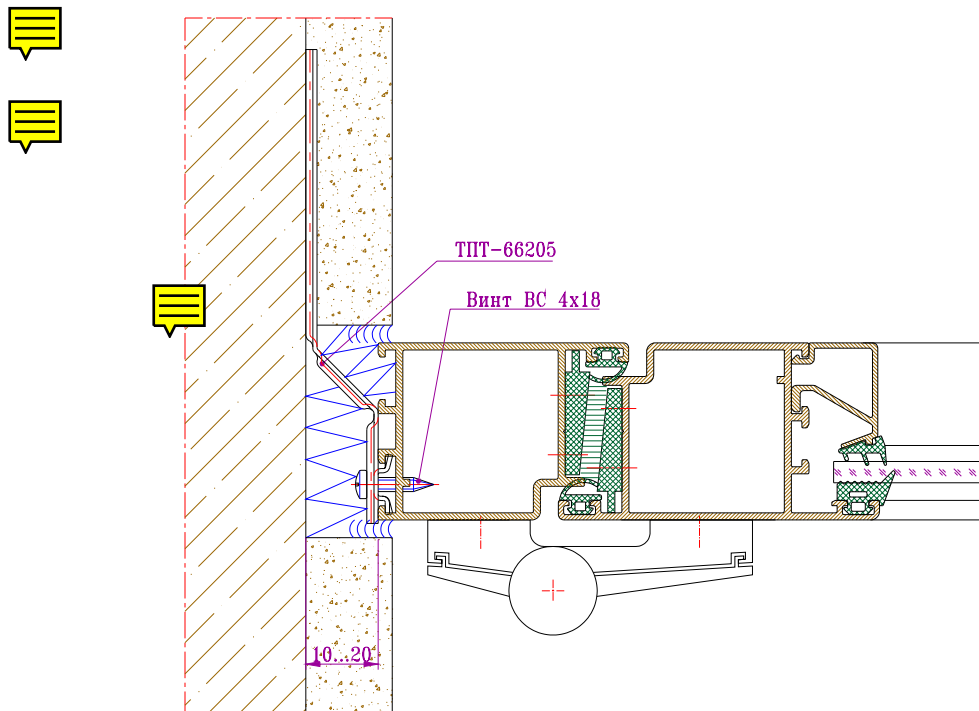
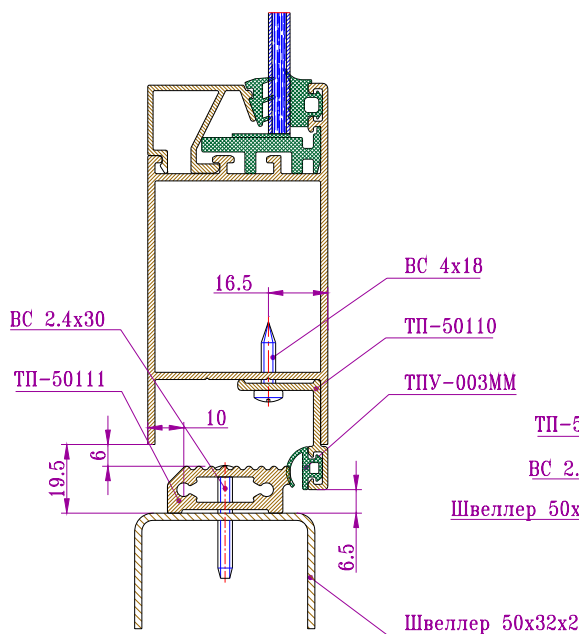

Рис.7-1 Монтаж двери в проем при помощи монтажной пластины
Рис.7-3 Вариант установки дверей «с порогом»
- Установить дверь в проем (рис.7-1), заглубив при этом стальной швеллер до уровня чистого пола (рис.7-3, 7-4);
- Установить дверь в проем, заглубив при этом стальной швеллер до уровня чистого пола (рис.7-3, 7-4);
2. При монтаже двери «с порогом», порог устанавливается на уровень чистого пола и выполняется подливка (рис.7-3)